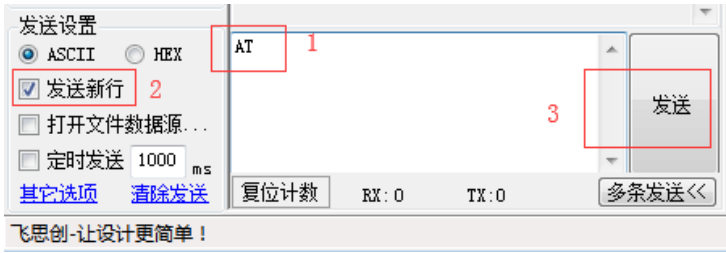

图 4.1.1 AT 指令输入示例图
1. 在 PC 端的输入方法：以“AT”为例，在 FreeAT 工具的输入框输入 AT 后，勾选发送新行或点击键盘中的“回车”，最后点击发送，如图 4.1.1 所示。